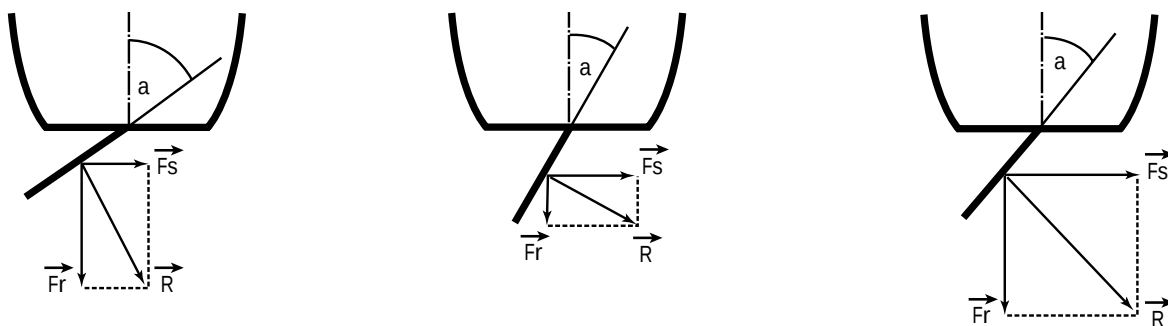

Fig. 116: optimale roerwerking
2.4.6.2 Optimale roerwerking (fig. 116):